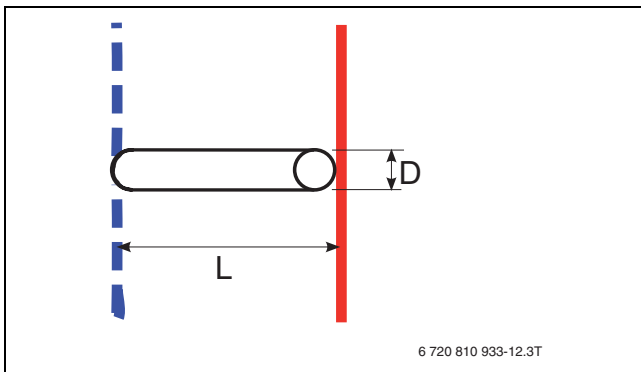
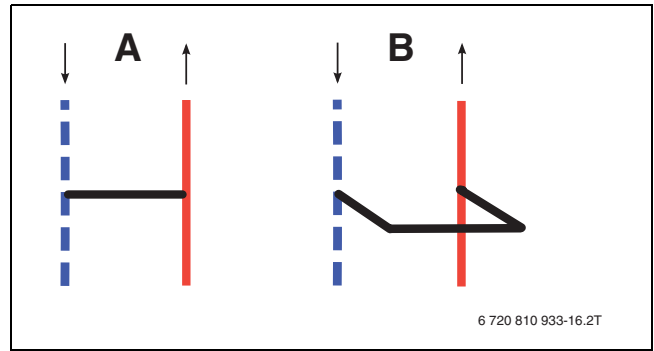

Fig. 7 Bypass detaljtegning (→ [1] [AWES/AWBS] fig. 5 og 6)
Fig. 8 Bypass
- [1] Bypass (→ fig. 7) (→ [1] tab. 13)
([A] → fig. 8) Minimaleby-passlængde ([L] → fig. 7)	([B] → fig. 8) Minimale by-passlængde ([L] → fig. 7)